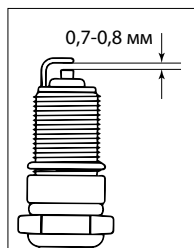

Рис. 27
7. Проверьте величину зазора между заземляющим и центральным электродами, используя специальный щуп. При необходимости установите зазор 0,7–0,8 мм (рис. 27).